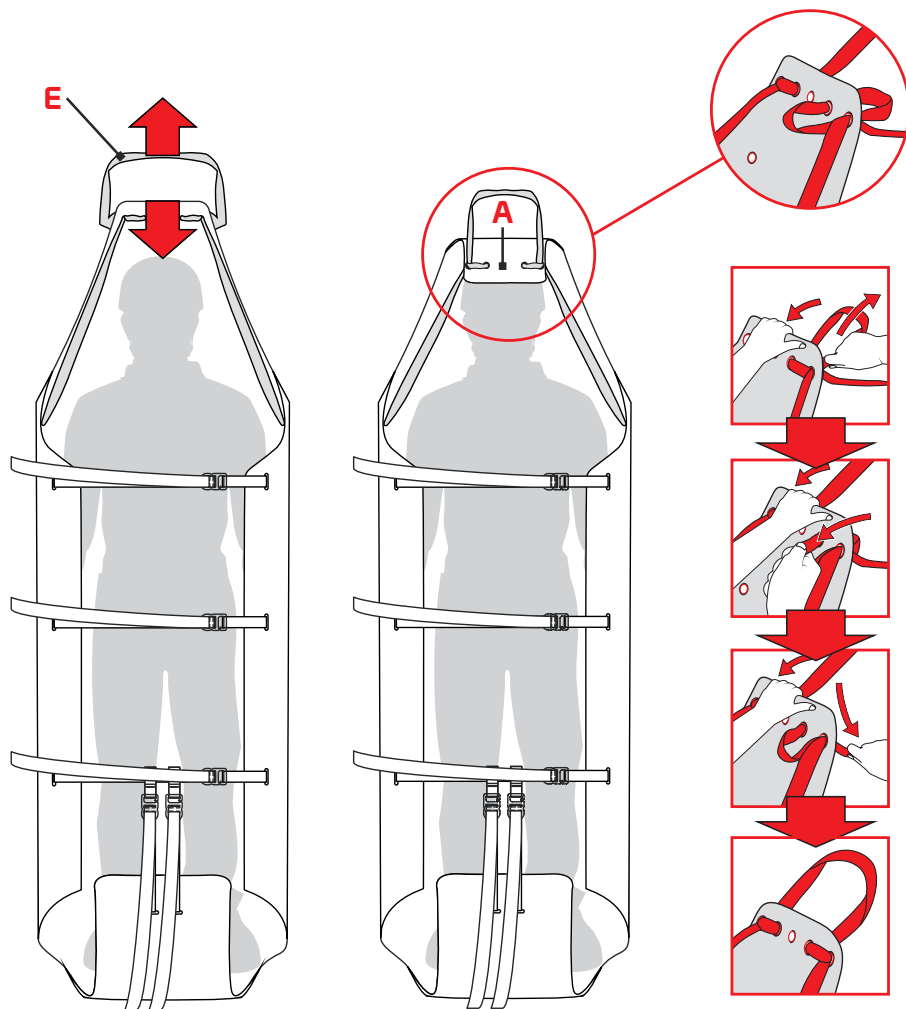

Fig.15
- c) tensionare la fettuccia (E), per sollevare la parte terminale del piano di appoggio (A) di quanto necessario a contenere la testa del paziente, e bloccarla (fig. 15). Evitare il prolungato contatto della cute del paziente con i tessuti del dispositivo.